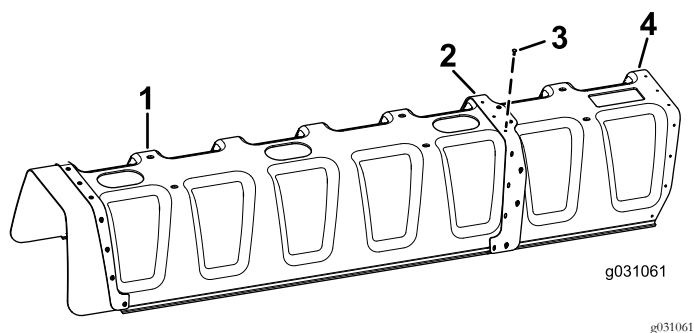

图6
- 将 11 个弹伸铆钉 3/16 x 1/2 英寸和垫圈 3/16 英寸安装到加强板将 11 喷嘴护罩连接至 12 喷嘴护罩上 图6。